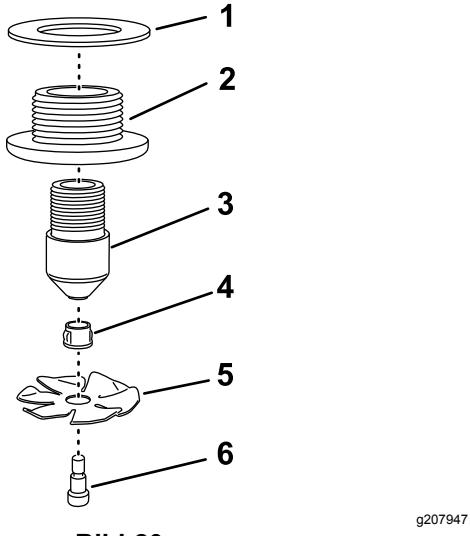

Bild 20
- Setzen Sie ein Spülflügelrad und eine Büchse auf die Ansatzschraube (Bild 20).
- Befestigen Sie das Spülflügelrad, die Büchse und die Ansatzschraube an der Spüldüse (Bild 20).
- Setzen Spüldüse in das Schottanschlussstück und ziehen sie mit der Hand an (Bild 20).
- Setzen Sie die Dichtung auf das Schottanschlussstück (Bild 20).